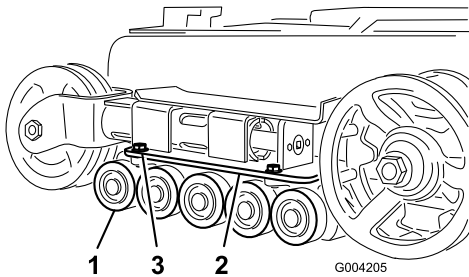

Bild 49
2. Nehmen Sie die vier Schrauben ab, mit denen die untere Kettenführung (die die Straßenträger enthält) befestigt ist, und nehmen Sie diese ab (Bild 49).